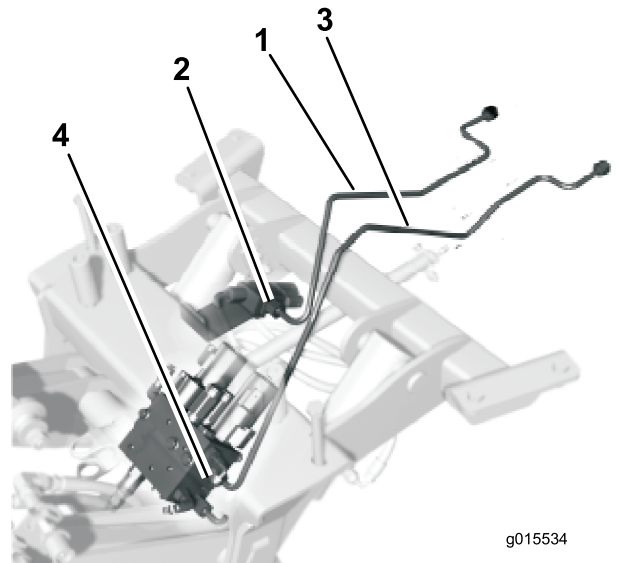

图4
1. 将短液压管松松地安装到阀门的直通接头上 图4。
2. 将长液压管松松地安装到阀箱的直通接头上 图4。
2. 绕着驱动控制杆的上方布置短液压管总成图4。